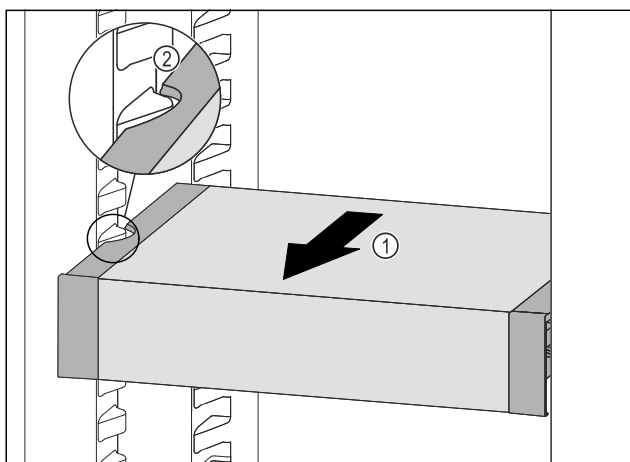

Fig. 148
- Tirer le VarioSafe vers l'avant Fig. 148 (1) jusqu'à ce que les encoches latérales du VarioSafe se trouvent au niveau de la nervure du bac dans la partie réfrigérateur. Fig. 148 (2)